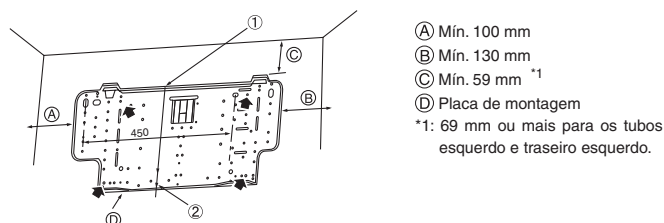

Fig. 3-3
- ▶ O dispositivo de montagem deve ser fixado nas duas extremidades e no centro, se possível. Nunca a fixe num único ponto nem de maneira não simétrica. (Se possível, fixe o dispositivo em todas as posições indicadas por uma seta escura.) (Fig. 3-3)